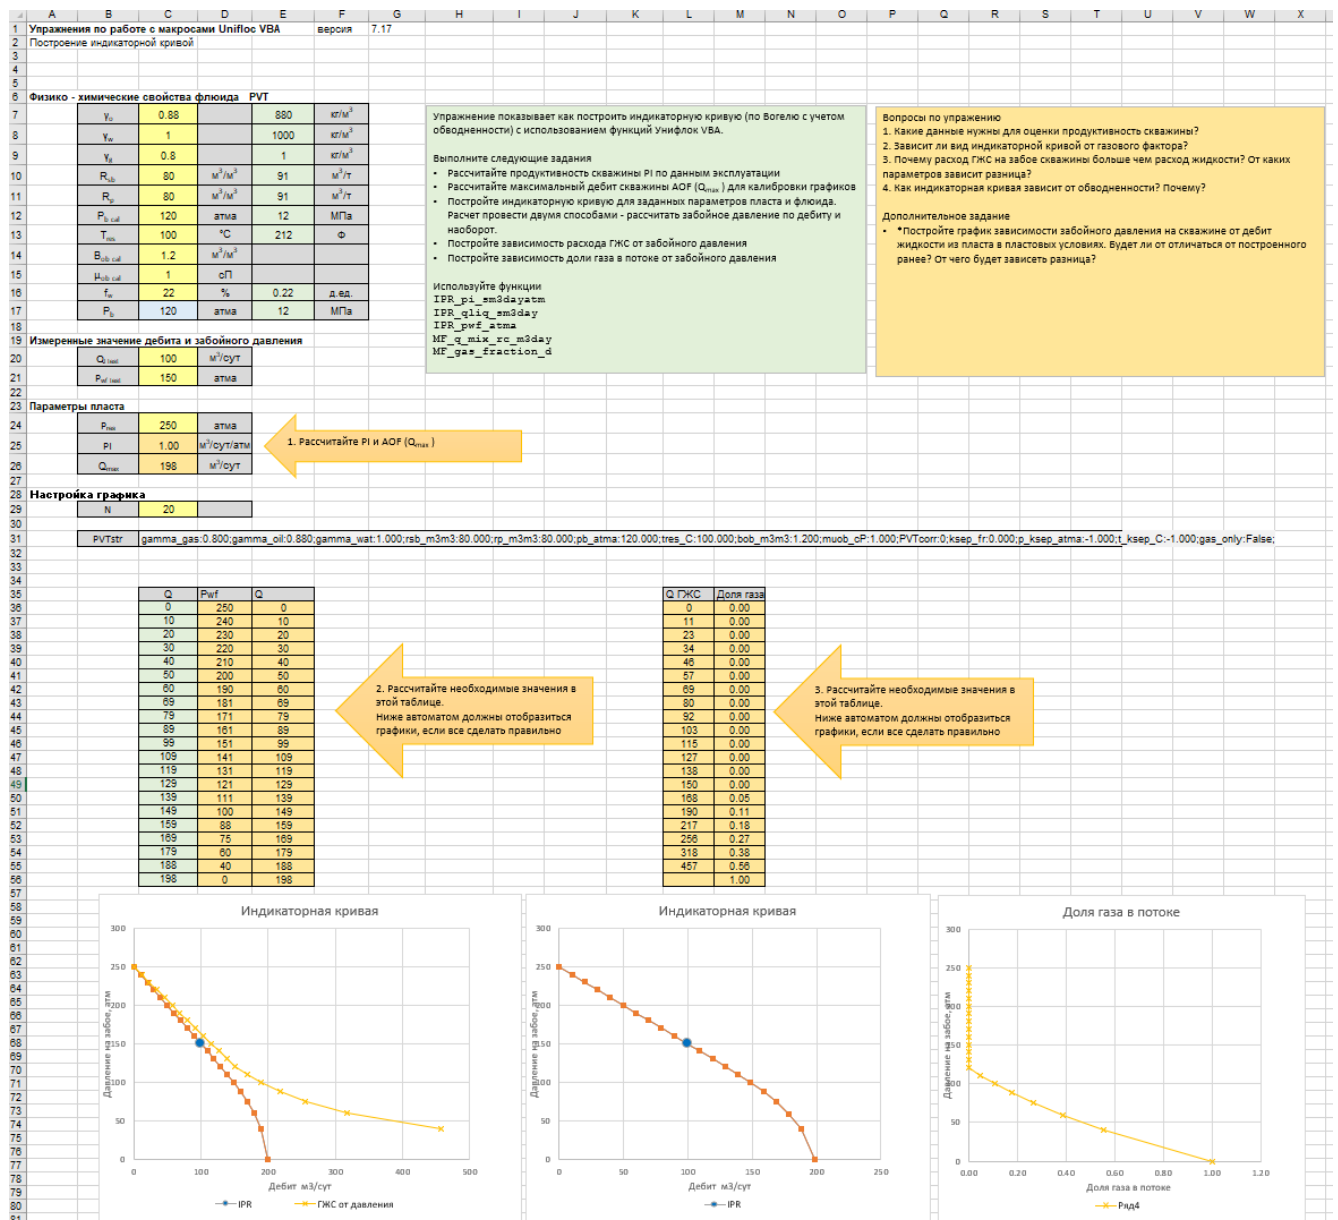

Рис. 1.8 — Упражнение ex020.IPR.xlsm со всеми заполненными полями
1. Откройте файл с упражнением `ex020.IPR.xlsm` (смотри рис. 1.8).